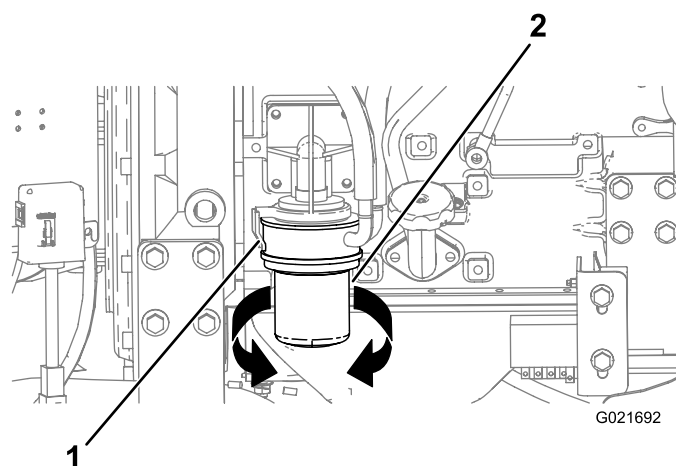

Figure 122
3. Placez un bac de vidange ou plusieurs chiffons sous le filtre à huile et son adaptateur (Figure 122).
4. Tournez le filtre à huile dans le sens antihoraire et déposez-le (Figure 122).
8. Alignez le filtre à huile sur son adaptateur et tournez-le dans le sens horaire jusqu'à ce que le joint du filtre rejoigne l'adaptateur (Figure 122).
9. Serrez le filtre à huile à la main de 1/2 tour supplémentaire (Figure 122).